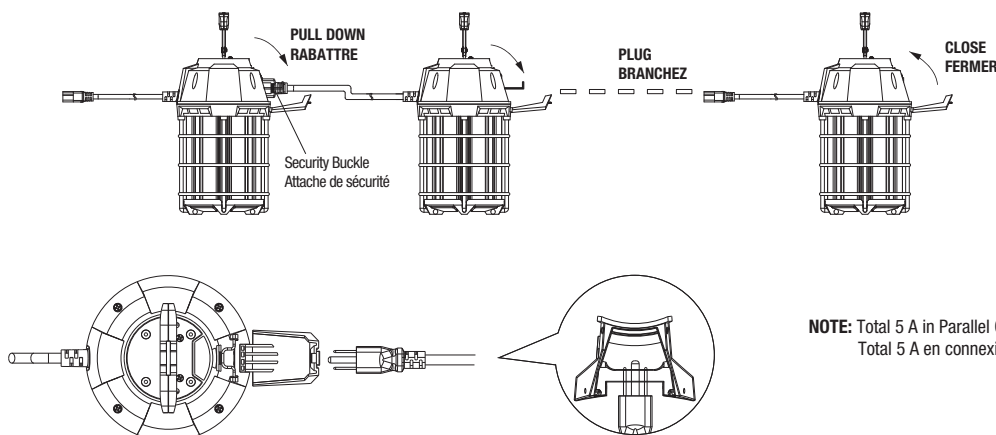

Fig. 2
5. To daisy chain luminaires together, open the cap of the first luminaire and connect the plug of the second luminaire into the socket. Once the second luminaire is plugged into the first one, pull down the security buckle from the first luminaire, to ensure that the connection is firmly in place (Fig. 2).
5. Afin de faire une installation en chaîne, ouvrir le capuchon du premier luminaire et brancher le deuxième luminaire dans la prise (Fig. 2).
6. Une fois que le deuxième luminaire est branché au premier, rabattre l'attache de sécurité du premier luminaire, pour vous assurer que la connexion est plus solide (Fig. 2).